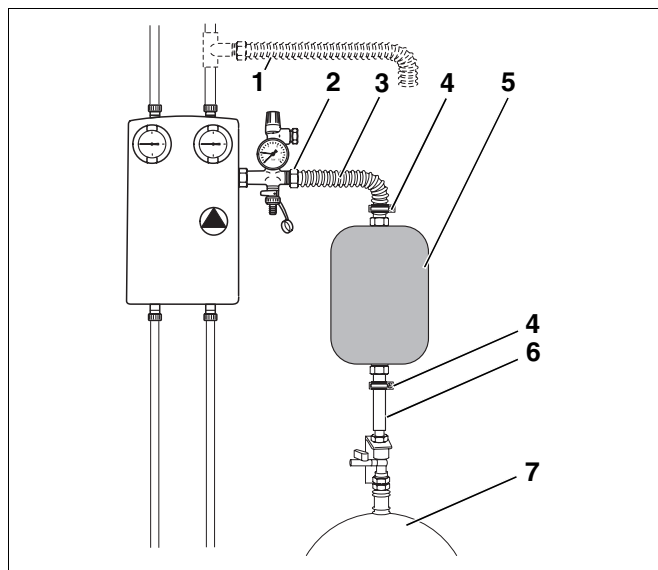
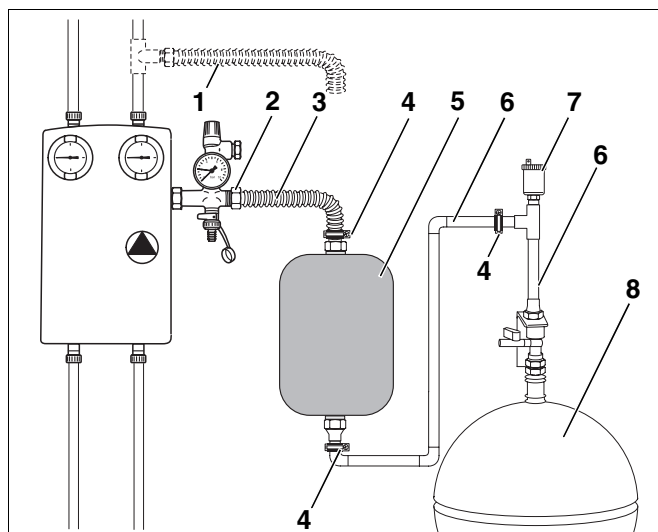

Fig. 1 Montaggio del vaso ausiliario
Fig. 2 Montaggio del vaso ausiliario con disaeratore aggiuntivo
Il vaso d'espansione (MAG) deve essere montato sotto il vaso ausiliario (fig. 1). Qualora ciò non sia possibile e la tubazione verso il MAG debba essere posata con una certa pendenza, sarà necessario montare un disaeratore supplementare (fig. 2, **pos. 7**).
- Nei collettori con tubi a vuoto, il vaso ausiliario ed il vaso d'espansione devono essere installati sopra la stazione completa (fig. 1, **pos. 1**) (vedi Set di trasformazione, Accessori).
- Collegare il vaso d'espansione (fig. 1, **pos. 5**) nel ritorno del gruppo sicurezze del set idraulico completo. A tale scopo utilizzare ad es. il tubo flessibile ondulato in acciaio inox (fig. 1, **pos. 3**) del set di collegamento del vaso d'espansione (AAS-Solar; Accessorio).
- Fissare le tubazioni di mandata e ritorno al vaso ausiliario (fig. 1, **pos. 5**) utilizzando staffe comunemente reperibili in commercio (fig. 1, **pos. 4**). Il vaso ausiliario (fig. 1, **pos. 5**) deve essere montato in posizione verticale.
- Collegare il MAG (fig. 1, **pos. 7**) tramite un tubo in rame (fig. 1, **pos. 6**) al vaso ausiliario (fig. 1, **pos. 5**).